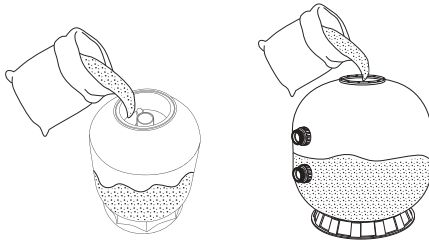

Figura 6
- c. Coloque un poco de agua en el tanque y después empiece con el proceso de carga de arena lentamente, el agua evita que el impacto de la arena dañe las crepinas. Nivele la superficie de arena, es importante dejar libre de arena la parte superior del tanque (se recomienda llenar entre $\frac{1}{2}$ y $\frac{3}{4}$ de tanque) para dar lugar a la expansión de la arena durante el retrolavado (Ver figura 6).